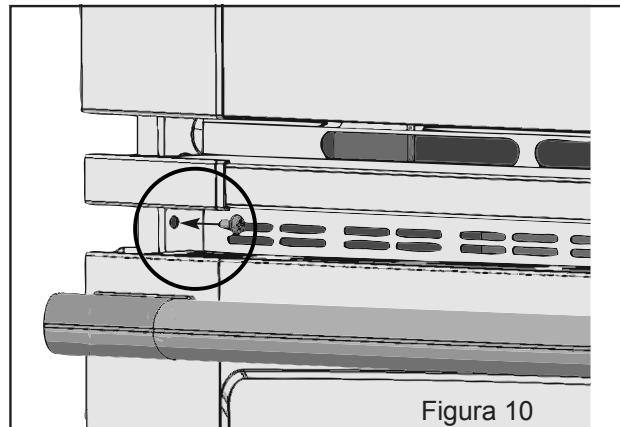

Figura 10
- A. Los barrenos en las molduras laterales pueden ser usadas como guía para localizar los tornillos de montado de la unidad (Figura 10).